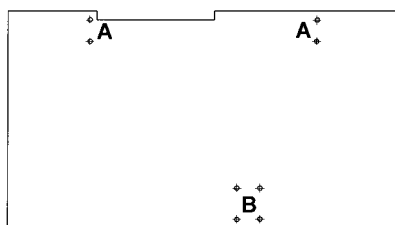

Fig. 5 Planche de l'établi - vue du dessus
! Les trous de fixations sont préforés (voir fig. 5, A).
- Fixez l'étau avec les vis à clef sur la planche de l'établi à l'aide des vis à clef fournie (voir fig. 5, B).
! Les trous de fixations sont préforés (voir fig. 5, B).